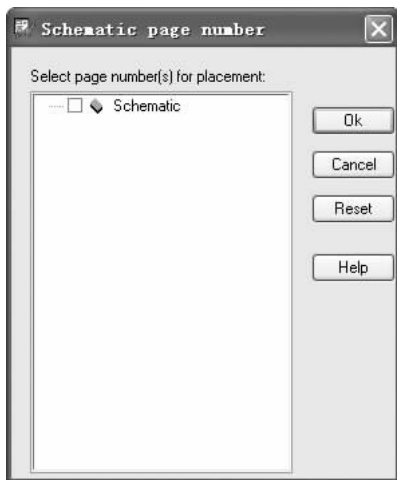

图 10-62 “Schematic page number（原理图页）”对话框
- “Schematic page number”: 按照原理图页放置，单击右侧  按钮，弹出“Schematic page number（原理图页）”对话框，在该对话框中选择原理图，如图 10-62 所示。